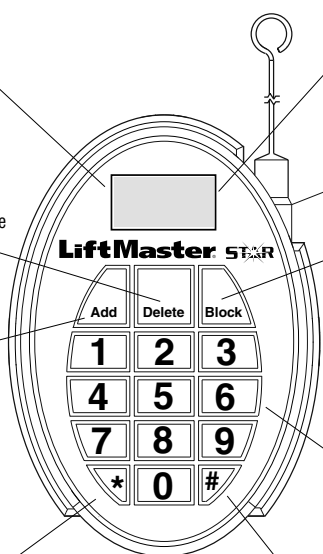

Figure 1
3. Montez la plaque arrière sur la surface choisie en utilisant des vis N° 6 (non fournies). Les vis utilisées deependront du type de montage. Reportez-vous à la figure 1 pour les emplacements des orifices de montage du récepteur).